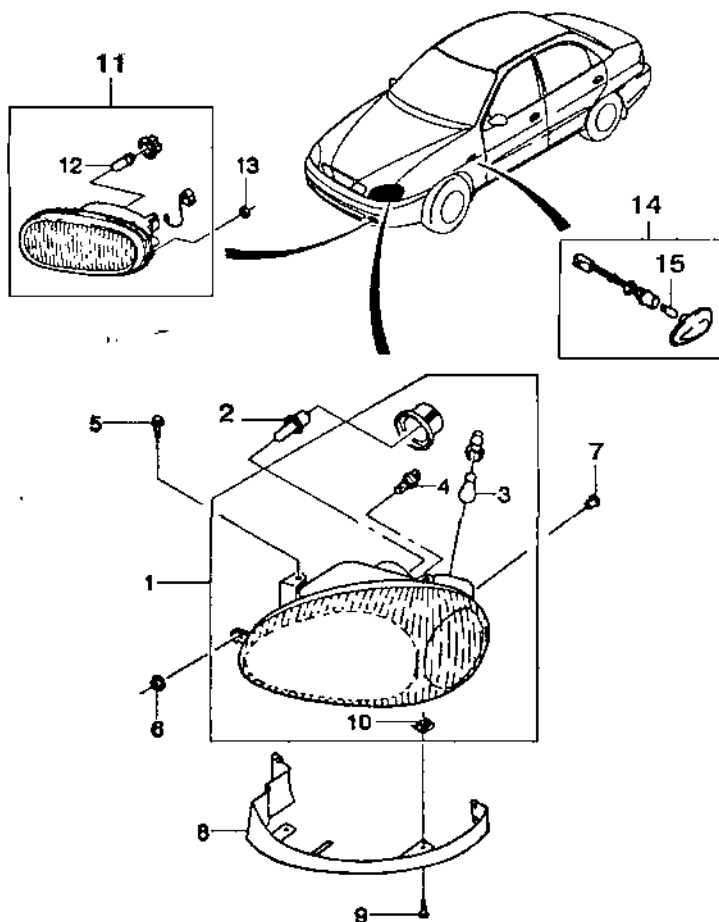

Рис. 9.24. Элементы системы освещения и световой сигнализации, установленные на передней части кузова автомобиля Sens:
На передней части кузова автомобиля Sens установлены блок-фары (объединяющие в себе собственно фару с двухнитевой лампой ближнего и дальнего света, передний габаритный фонарь и указатель поворота с односторонними лампами) и боковые указатели поворота. Кроме того, в передний бампер автомобиля встроены противотуманные фары (рис. 9.24).
- Аккуратно извлечь боковой указатель поворота из посадочного гнезда в переднем крыле (рис. 9.24).